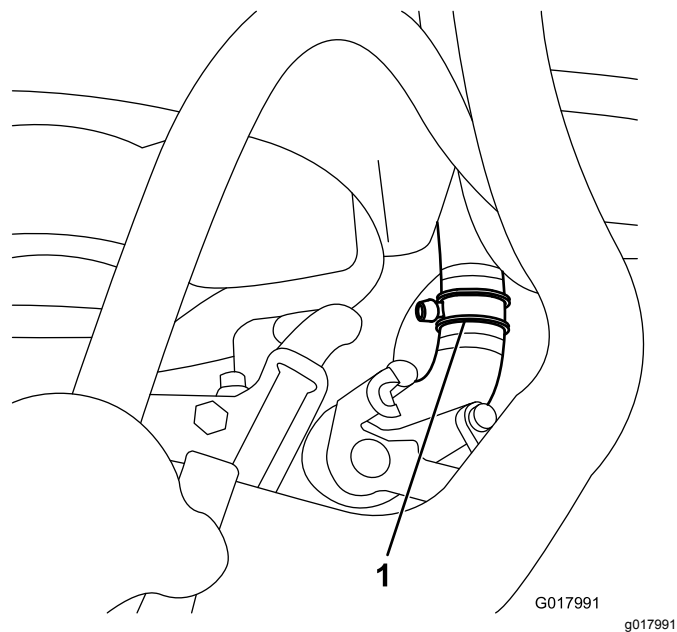

Figure 27
3. Coupez le flexible inférieur de radiateur à 54 mm environ de l'extrémité qui est reliée au radiateur (Figure 27).
4. Branchez le raccord en T à chaque extrémité nouvellement coupée du flexible inférieur de radiateur à l'aide des 2 larges colliers de serrage (Figure 27).